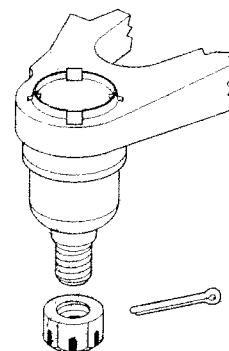

FIGURA 1
8. Con un punzón redondo y un martillo desasegurar la articulación redonda baja del brazo de control doblando los bordes empalados. Asegurese que todos los bordes empalados o arrumados sean doblados hacia adentro de forma que la articulación redonda pueda ser presionada hacia fuera (VER FIGURA 1).